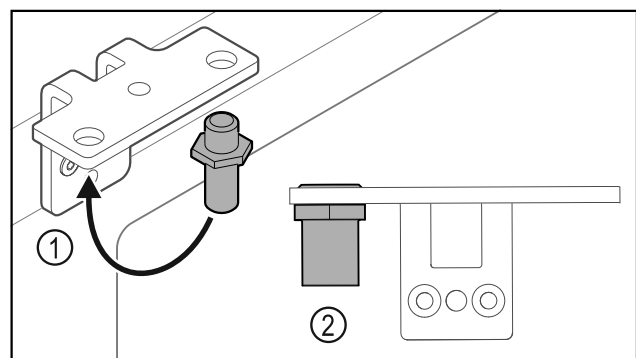

Fig. 33
- ▶ Bolzen Fig. 33 (1) im Scharnierwinkel umsetzen.
- ▶ Bolzen Fig. 33 (2) mit **Drehmoment von 12 Nm** anziehen.